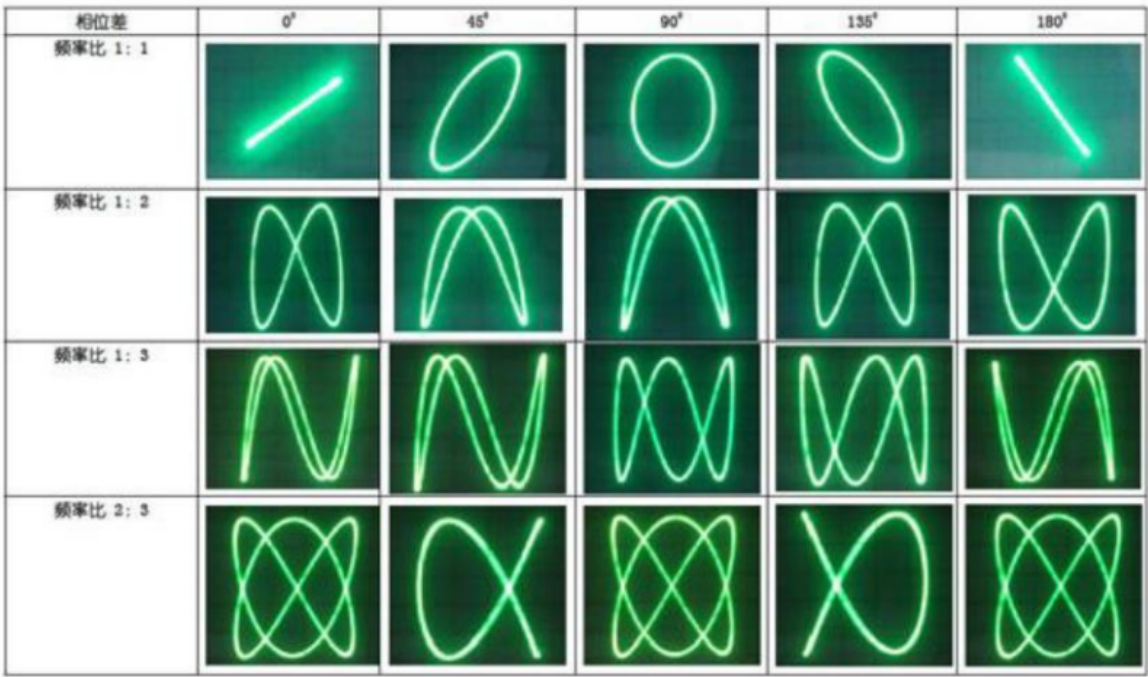

图 4-1 不同相位差和频率比的信号对应的李萨如图形
1. 在实验板上的DAC(TLV5638)的DA_A和DA_B分别输出频率和相位满足图4-1的正弦信号，将两路信号分别接到示波器的两个通道，则可以在示波器上(X-Y显示模式)观测到图4-1所示的李萨如图形。